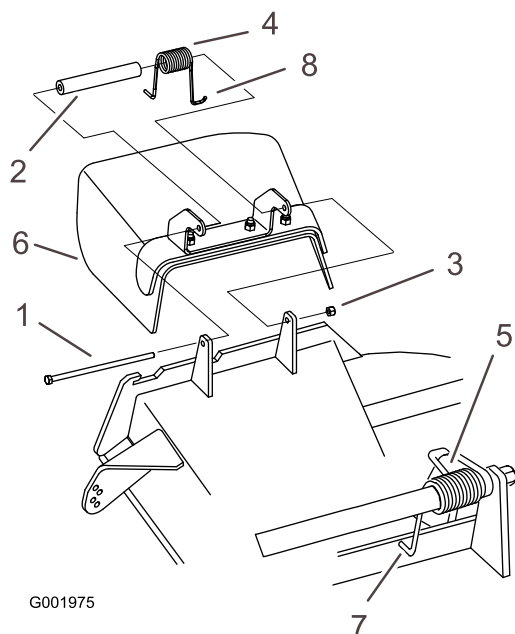

Figure 80
1. Retirez le contre-écrou, le boulon, le ressort et l'entretoise qui fixent le déflecteur aux supports de pivot (Figure 80). Enlevez le déflecteur s'il est endommagé ou usé.
Remarque: Prenez soin de placer une extrémité en **J** du ressort derrière le bord du tablier avant de mettre le boulon en place, comme illustré à la Figure 80.
- Remettez le boulon et l'écrou. Accrochez l'extrémité en **J** du ressort au déflecteur d'herbe (Figure 80).